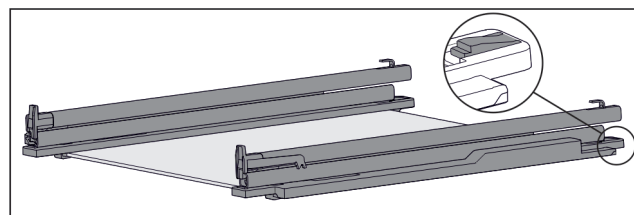

Fig. 125 Steklena plošča z vodili in držalnimi deli
- ▶ Držalni del na zadnji strani potisnite navzdol (glejte Fig. 125) in hkrati vodilo potisnite proti zadnji strani.